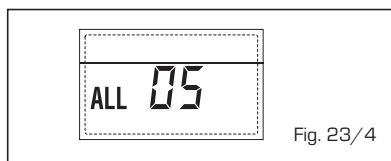

Fig. 23/4
- BLOCAGE FLAMME "ALL 06" (fig. 23/5)